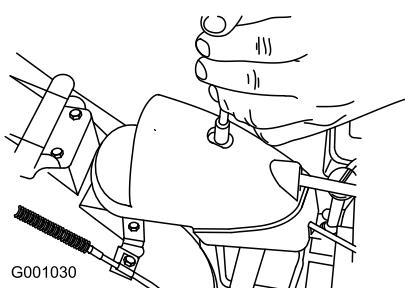

Figura 52
- Togliete l'elemento di fissaggio dal coperchio degli ingranaggi (Figura 52), alzate la parte anteriore del coperchio e spingetela indietro perché non intralci l'operazione.